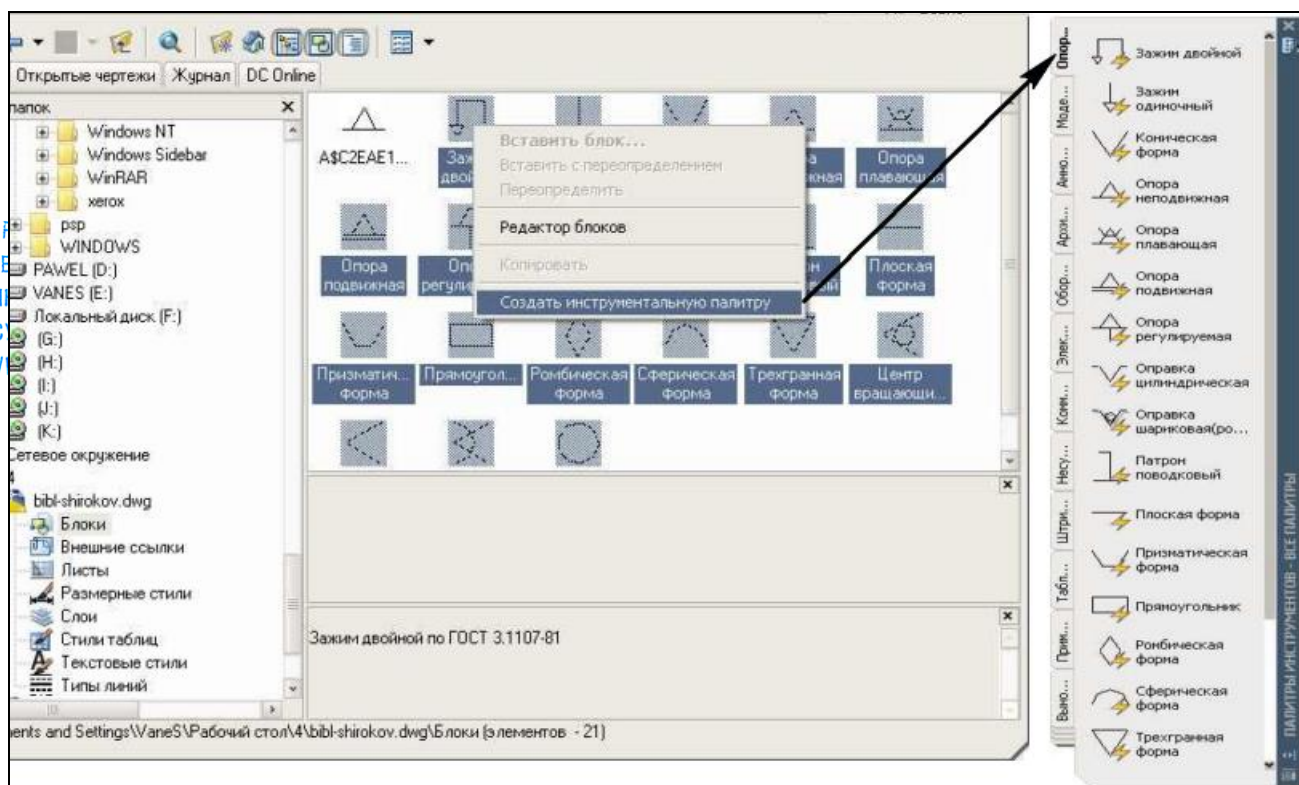

Рисунок 21 – Создание палеты
4.5.2 Открываем этот чертеж и нажав «Ctrl-2» открываем дизайн-центр, выделяем все нужные блоки и нажимаем правую кнопку мыши. Выбираем пункт «Создать инструментальную палету». Называем её «Опоры, зажимы и установочные устройства» (рисунок 21).